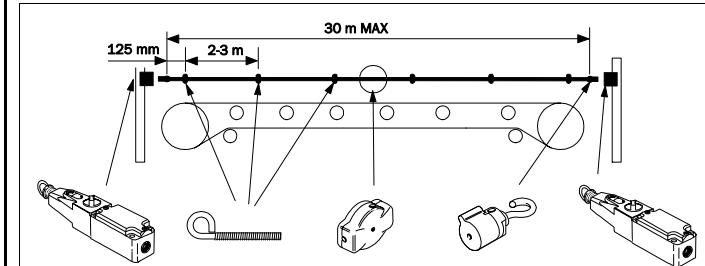

Fig. 2: Elementos y funciones de contacto
- El primer y último cáncamo deberán fijarse a una distancia de 125 mm del interruptor accionado por cable o del muelle tensor (ver Fig. 2). Todos los demás cáncamos se colocan a una distancia de entre 2 y 3 m, respectivamente.